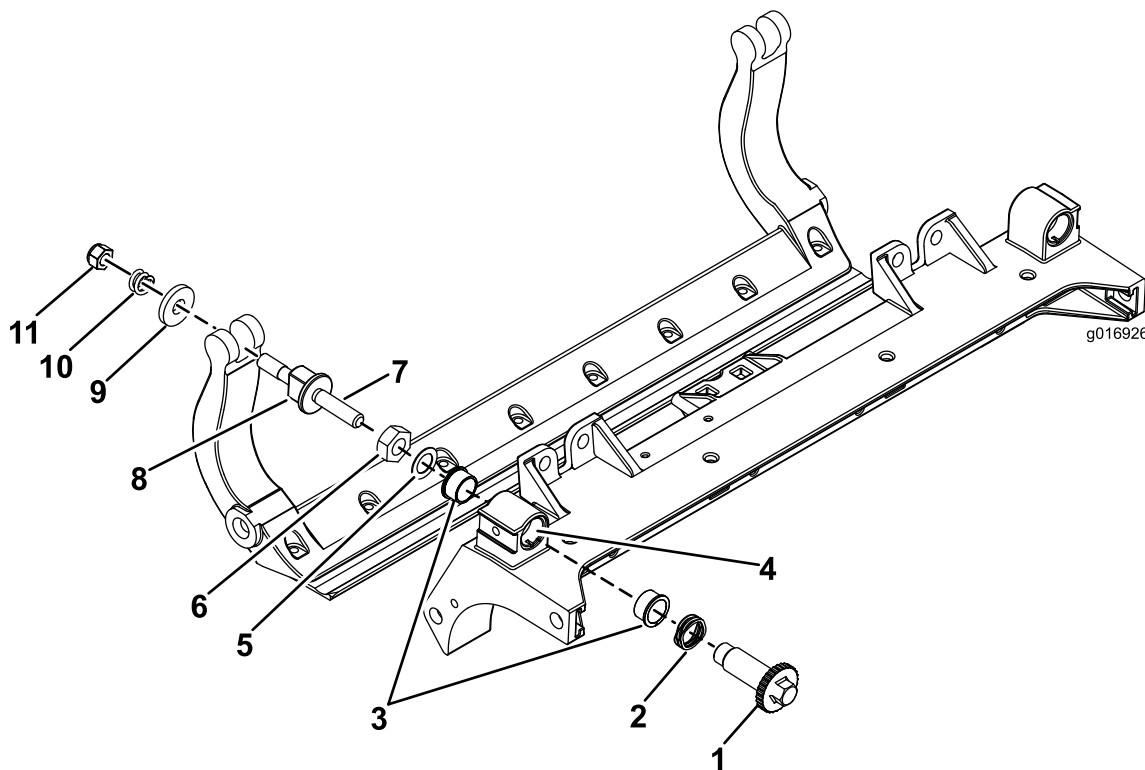

図 34
1. 全部のパーツを取り外すHD DPA キットの 取り付け要領書および図 34を参照。
2. カuttingユニットのセンターフレームのブッシュ挿入場所に固着防止剤を塗布する 図 34。
3. フランジブッシュのキーとフレームのキー溝を揃えて、ブッシュを挿入する 図 34。
4. アジャスタシャフトにウェーブワッシャを通し、アジャスタシャフトをCuttingユニットのフレームのフランジブッシュに通す 図 34。
5. 平ワッシャとロックナットでアジャスタシャフトを固定する 図 34。
12. その外側からスチール製ワッシャを取り付ける 図 34。
注 内側のワッシャには遊びがあってもかまいません 図 34。
15. 各ベッドバーアジャスタアセンブリを締め付けて圧縮スプリングを完全に圧縮し、そこから1/2回転だけ戻す 図 34。